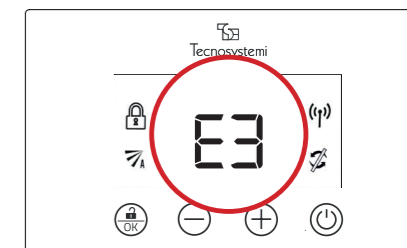

Fig 20
2. Mancata comunicazione tra centralina e motore. Accompagnato dal led verde, simboleggia probabile avaria cablaggio, plug o utilizzo di cavi non conformi (come da indicazione del manuale). Contattare l'installatore o eventualmente l'assistenza tecnica. (Fig.20)